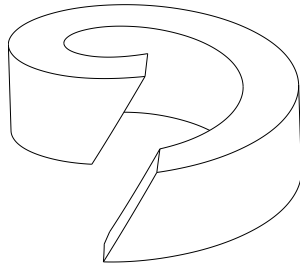

Bild 6: Packungsring
- Beim Zuschneiden der Stopfbuchsabdichtung von der Schnur auf einen schrägen Schnittverlauf achten (siehe Bild 6).
Stopfbuchsbrille DN250-500 (Pos. 17) zu lose (Bild 6)	Stopfbuchsbrille (Pos. 17) mit Sechskantmutter (Pos. 23) bis zur Dichtigkeit anziehen (Bild 6); Oberteil schnellstens erneuern